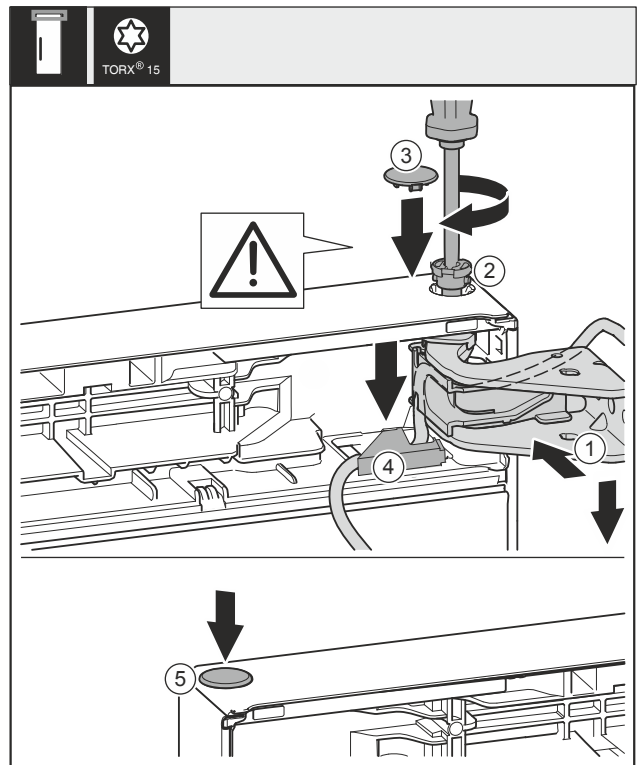

Fig. 30
- Aligner la porte en haut sur l'ouverture du support de palier Fig. 30 (1).
- Insérer l'axe Fig. 30 (2) et le serrer avec un tournevis.
- Monter le cache de fixation pour sécuriser la porte : mettre le cache de fixation Fig. 30 (3) en place et vérifier qu'il repose bien sur la porte. Sinon, insérer complètement l'axe.
- Mettre le cache Fig. 30 (4) en place et le pousser vers le bas jusqu'à ce qu'il s'enclenche.
- Mettre le cache Fig. 30 (5) en place.